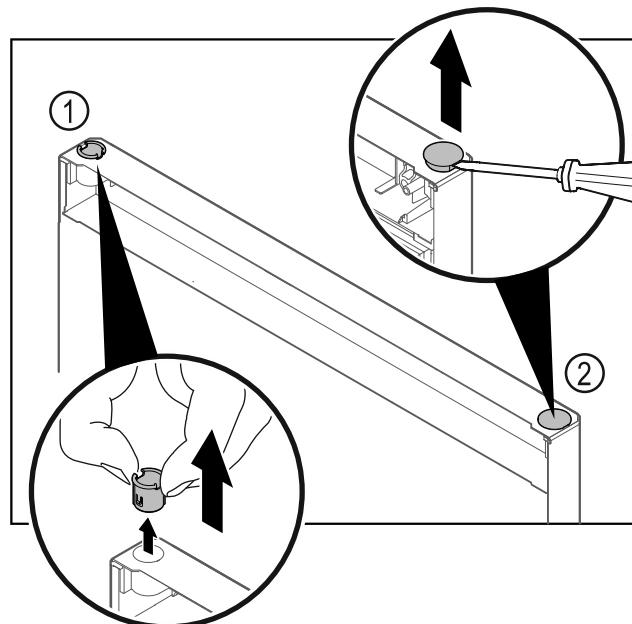

Fig. 35 Дверцята морозильної шафи
- ▶ Витягніть шарнірну втулку Fig. 35 (1) пальцями.
- ▶ За допомогою шліщової викрутки обережно підніміть заглушку Fig. 35 (2) та витягніть її.